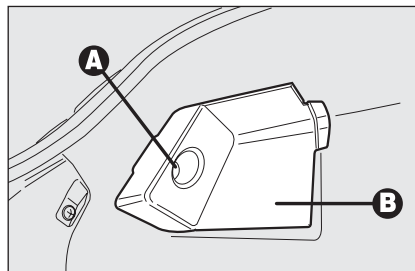

fig. 37
- ☐ afloje el tornillo **A-fig. 37** y quite la tapa de protección **B**;
- ☐ vuelva a montar la tapa de protección **B-fig. 37** y apriete el tornillo **A**.